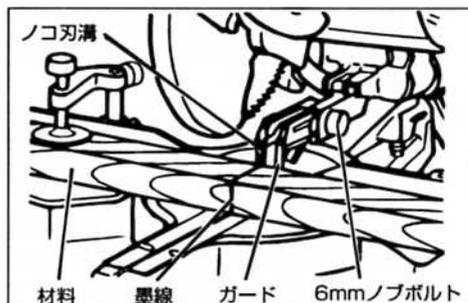

図18
(1) 直角切断および傾斜切断の場合 (図18)
6mmノブボルト (図18参照) をゆるめ、ガードを図19の矢印方向 (後方) へずらし、定規面より出張らないようにしてください。